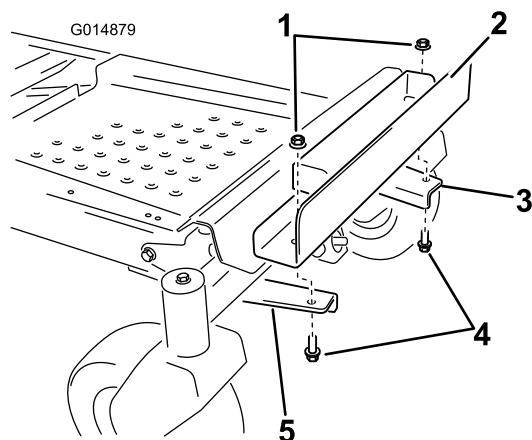

Figura 8
6. Installate la staffa di supporto della zavorra sulla staffa di montaggio (Figura 8). Allineate i fori interni della staffa alle staffe di montaggio precedentemente installate. Accertatevi che la staffa sia in posizione centrale rispetto al telaio. Serrate i due bulloni (3/8 x 1 pollice) e i due dadi di bloccaggio (3/8 pollice).